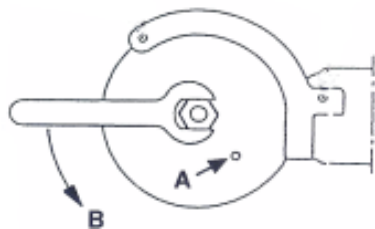
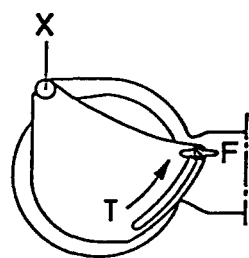

Abbildung 3: Lösen des Sägeblattes
Abbildung 7: Einstellung des Tiefenanschlages EFA SK 23/ 18
1. **EFA SK23/ 18:** Entfernen Sie zunächst den Tiefenanschlag wie folgt (s. Abb. 7):
- Lösen Sie die Flügelmutter (F).
- Ziehen Sie den Tiefenanschlag (T) aus dem Drehpunkt (X) heraus.**EFA SK30/ 18:** Sägeblattwechsel bei montierter Schutzhaube.
2. Stecken Sie den mitgelieferten Haltestift als Verdrehsicherung in die Sägeblatt-Bohrung (A) und drehen Sie das Sägeblatt solange, bis der Haltestift gegen die Schutzhaube steht (siehe Abb. 3)
- Entfernen Sie die Sechskantmutter mit dem mitgelieferten Einmaulschlüssel - gegen den Uhrzeigersinn drehen (Pfeil B). (siehe Abb. 3)
Diese Maschinen sind mit einstellbarem Tiefenanschlag (T) versehen. Stellen Sie diesen für den gewünschten Einsatz wie folgt ein (siehe Abb. 7):
1. Lösen Sie die Flügelmutter (F).
2. Schwenken Sie den Anschlag (T) über den Drehpunkt (X).
3. Ziehen Sie die Flügelmutter (F) fest.